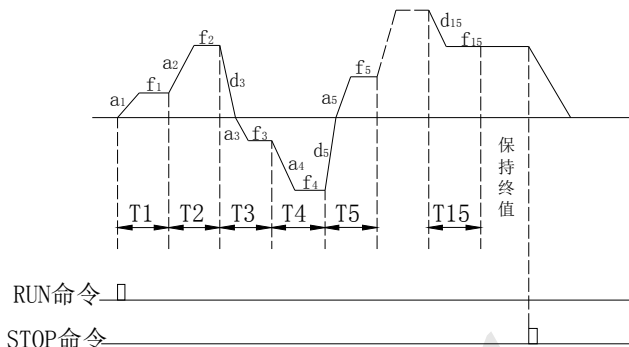

图 7-32 PLC 单循环后保持方式
**2：单循环后保持最终值。**如图 7-32，变频器完成一个循环后自动保持最后一段的运行频率、方向运行，直到有停机命令输入，变频器以设定的停机方式停机。